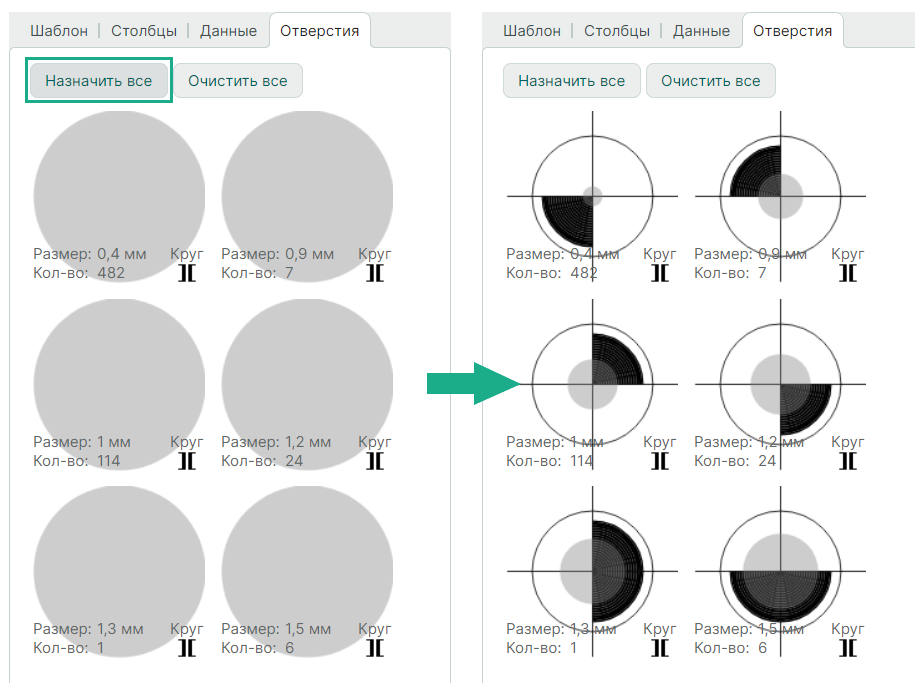

Рис. 117 Автоматическое назначение символов
- ## 2. Автоматическое назначение символов с помощью команды «Назначить все», см. Рис. 117.